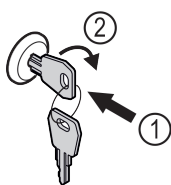

Fig. 176
- ▶ Schlüssel hineindrücken Fig. 176 (1).
- ▶ Schlüssel um 90° im Uhrzeigersinn drehen Fig. 176 (2).